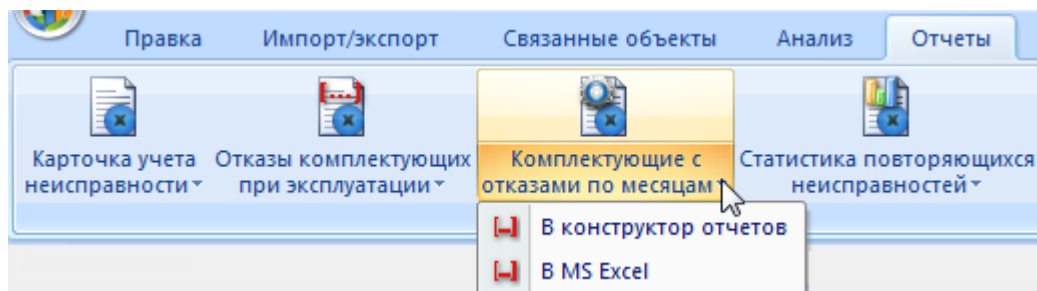

Рис. 13-332 – Вкладка «Отчеты»
2) Открыть вкладку «Отчеты» в рабочем окне «Отказы» и выбрать наименование отчета «Комплекующие с отказами по месяцам» (рис. 13-332).